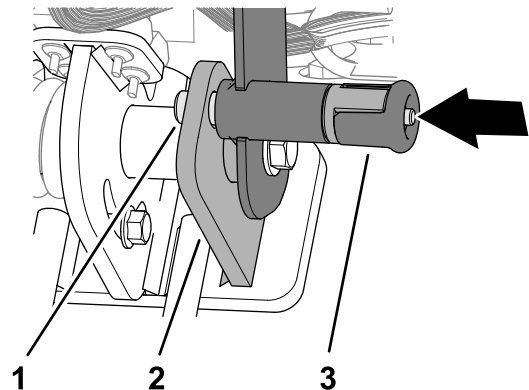

Figura 73
2. Asigurați-vă că tiftul de blocare al barei de ghidare trece prin orificiul din placa de blocare (Figura 73).